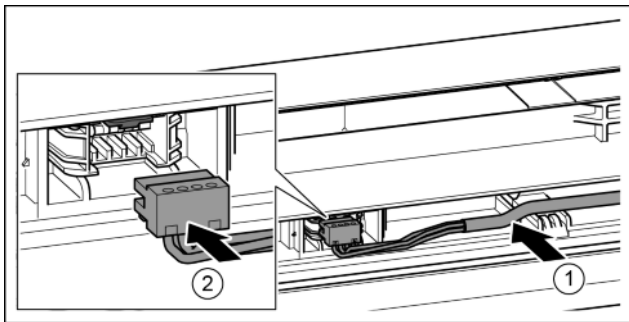

Fig. 41
- ▶ Graues Kabel in die Führung in der oberen Tür einlegen. *Fig. 41 (1)*
- ▶ Stecker einrasten. *Fig. 41 (2)*